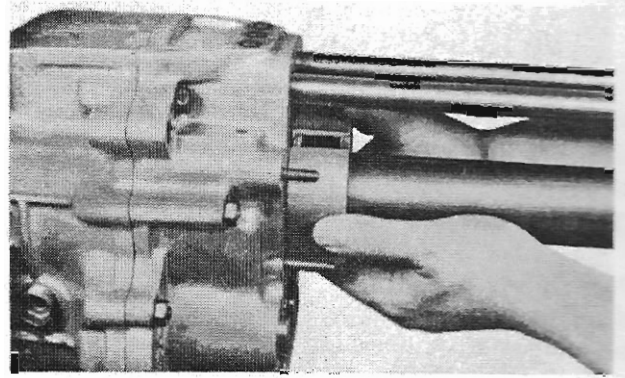

Abb. 6
5. Tachoschnecke abnehmen. Sprengring (433) aus der Nut des Kugellagers auf der Hauptwelle ausfedern. Kugellager (432) mit Spezial-Werkzeug ·7· und ·8· abziehen (Abb. 6).